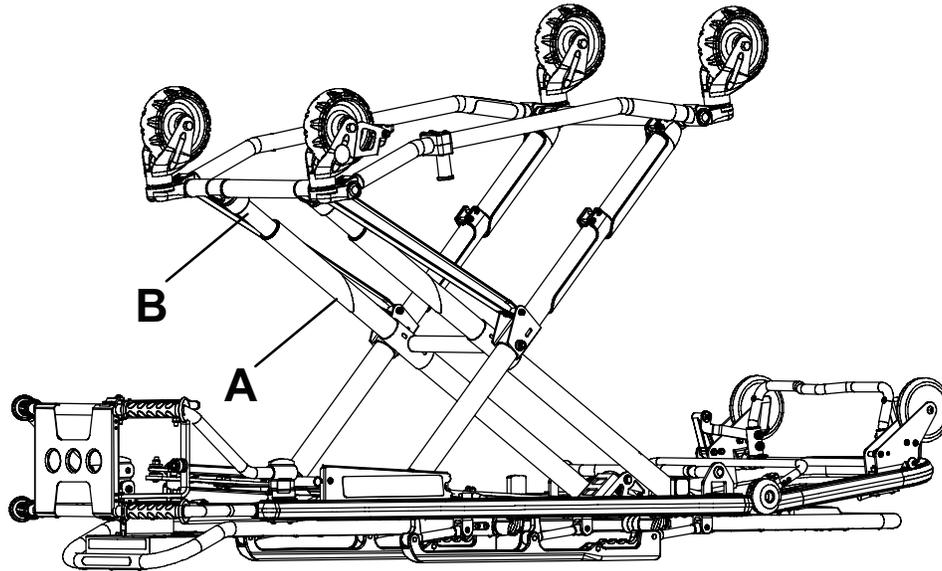

Abbildung 28 – Positionen zum Schmieren des Fahrgestells
3. **Tri-Flow™** mit **Teflon®**-Schmiermittel (6082-199-012) mit dem Kunststoff-Applikatorröhrchen in die Lücke zwischen den oberen (A) und unteren Hubholmen (B) an beiden Beinen des Fußendes sprühen (Abbildung 28).